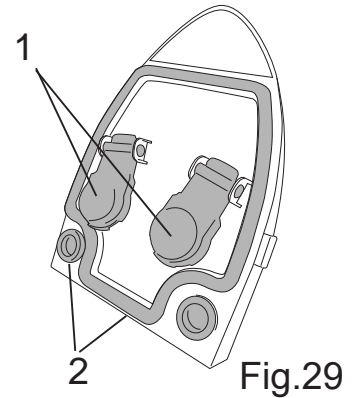

Fig.29
- Drei lokket og kontroller at flottørene kan bevege seg fritt (fig. 29 - ref. 1).
- Rengjør pakningene med en fuktig klut (fig. 29 - ref.2).